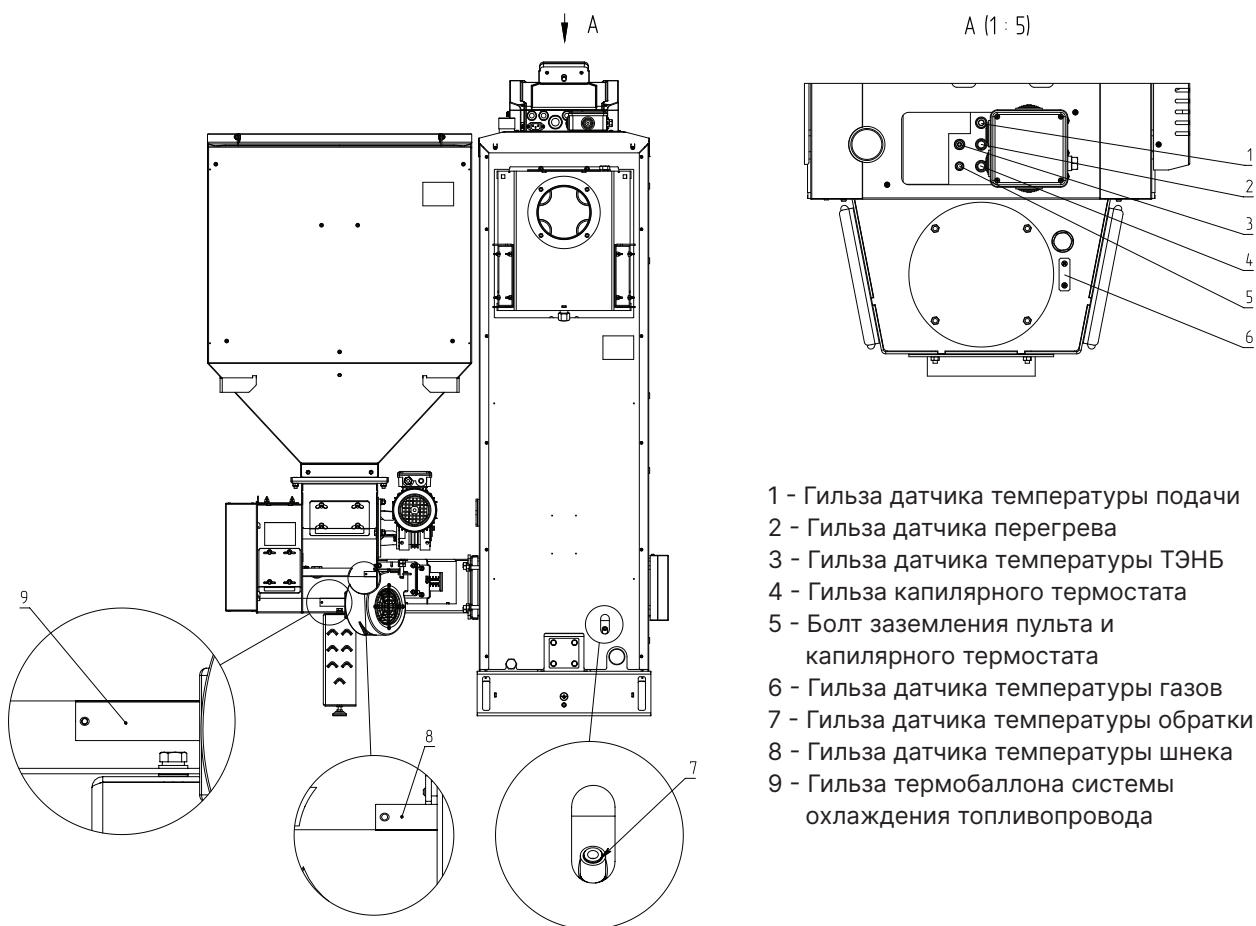

**Рис.11.1.Монтаж пульта управления на котлах ZOTA Pellet Black 85-135 кВт**
1. Извлеките из комплекта поставки пульт управления (**Рис.11.1, поз.1**) и крепёжные элементы;
2. Зафиксируйте пульт управления (**Рис.11.1, поз.1**) на верхней части котла (**Рис.11.1, поз.3**) саморезами (**Рис.11.1, поз.2**), как показано на **Рис.11.1** и установите заглушку пульта управления (**Рис.11.1, поз.4**);
3. Зафиксируйте основание блока индикации (**Рис.11.1, поз.5**) на боковой стенке котла винтами (**Рис.11.1, поз.6**), как показано на **Рис.11.1**.